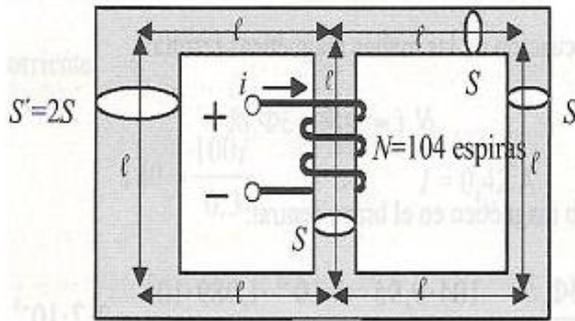

Fig. 6
6.-Calcular la intensidad que debe aplicarse a la bobina del circuito magnético de la Fig.6 para establecer en la columna derecha un flujo de 1 mWb. La permeabilidad relativa se supone que es constante en todos los puntos y cuyo valor es de 400; la sección  $S = 10 \text{ cm}^2$  es la misma en toda la estructura, excepto en la columna izquierda, que vale  $20 \text{ cm}^2$ . La longitud  $l$  es igual a 10 cm. Calcular también el flujo en el brazo central.